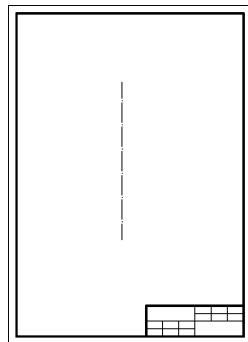

图 11-21 绘制中心定位线
1) 绘制中心定位线。设置“点画线”图层，选择“绘图”面板→“直线”命令，绘制底座的中心定位线，如图 11-21 所示。